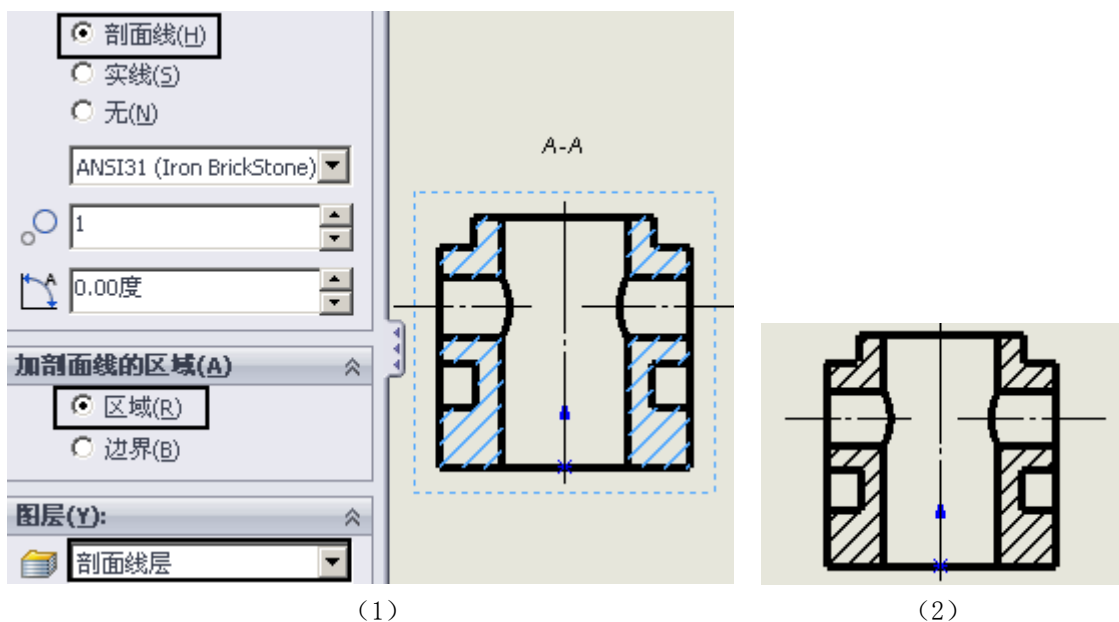

图 3-21 添加剖面线
在界面上方命令管理器中，单击“注解”命令标签中的“区域剖面线/填充”命令图标，在左侧出现的“区域剖面线/填充”对话框中，如图 3-21 (1) 所示，勾选“剖面线”和“区域”选项，“图层”处设置为“剖面线层”，在视图中单击鼠标确定需要添加剖面线的区域（按住 Ctrl 键可多选），单击“确定”图标，添加剖面线。选中剖面线，修改“线色”为“黑色”，结果如图 3-21 (2) 所示。